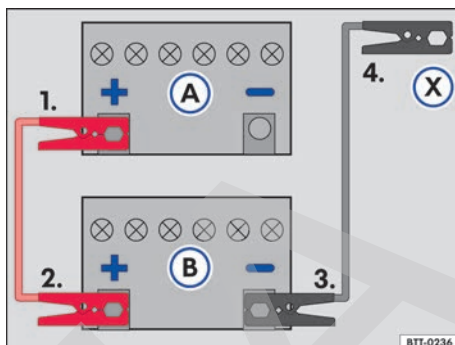

Fig. 187 Esquema para la conexión de los cables auxiliares de arranque: batería del vehículo descargada (A) y batería del vehículo que provee la corriente (B).
- Conectar una extremidad del cable auxiliar de arranque *rojo* al polo positivo ⇒ fig. 187 + del vehículo con la batería del vehículo descargada (A) ⇒ .
- Conectar la otra extremidad del cable auxiliar de arranque *rojo* al polo positivo (+) de la batería que brinda corriente (B) al vehículo.
- Conectar una extremidad del cable auxiliar de arranque *negro* al polo negativo (-) de la batería que brinda corriente (B) al vehículo.
- Conectar la otra extremidad del cable auxiliar de arranque *negro* (X) en el vehículo con la batería del vehículo descargada en una pieza maciza de metal atornillada firmemente al bloque del motor o en el propio bloque del motor - aunque no en las proximidades de la batería (A) ⇒ .